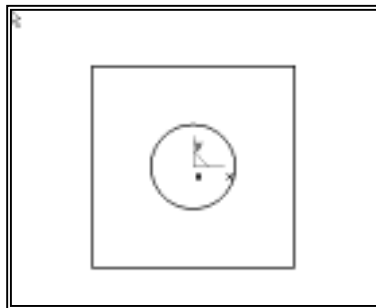

图 0-5 圆的绘制
(4) 单击工具栏中的“圆”按钮, 确认立即菜单中的选项为“圆心_半径”, 拾取坐标原点为圆心, 单击鼠标左键, 拖拽光标向外移动, 按 **Enter** 键, 在屏幕中央出现的数据输入框中键入“25”, 则出现一个 R25 的圆, 如图 0-5 所示。